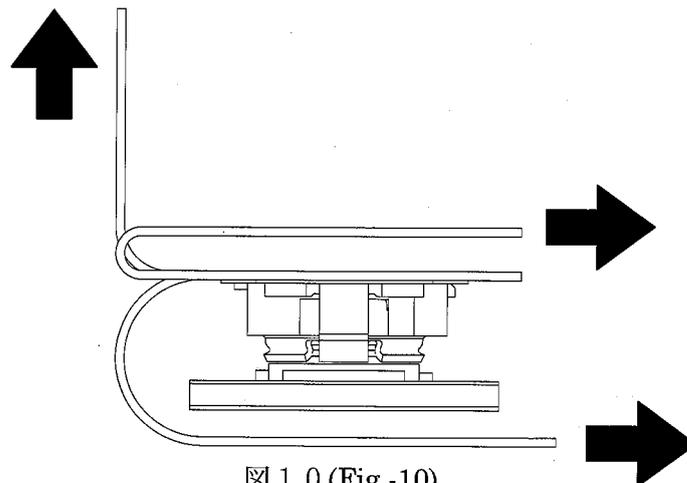

図10 (Fig.-10)
- ・ 矢印方向に常に力が加わるような F.P.C.の引き回しを行うと、嵌合外れやコネクタの破損等の恐れがありますので、ご注意ください。(図10)